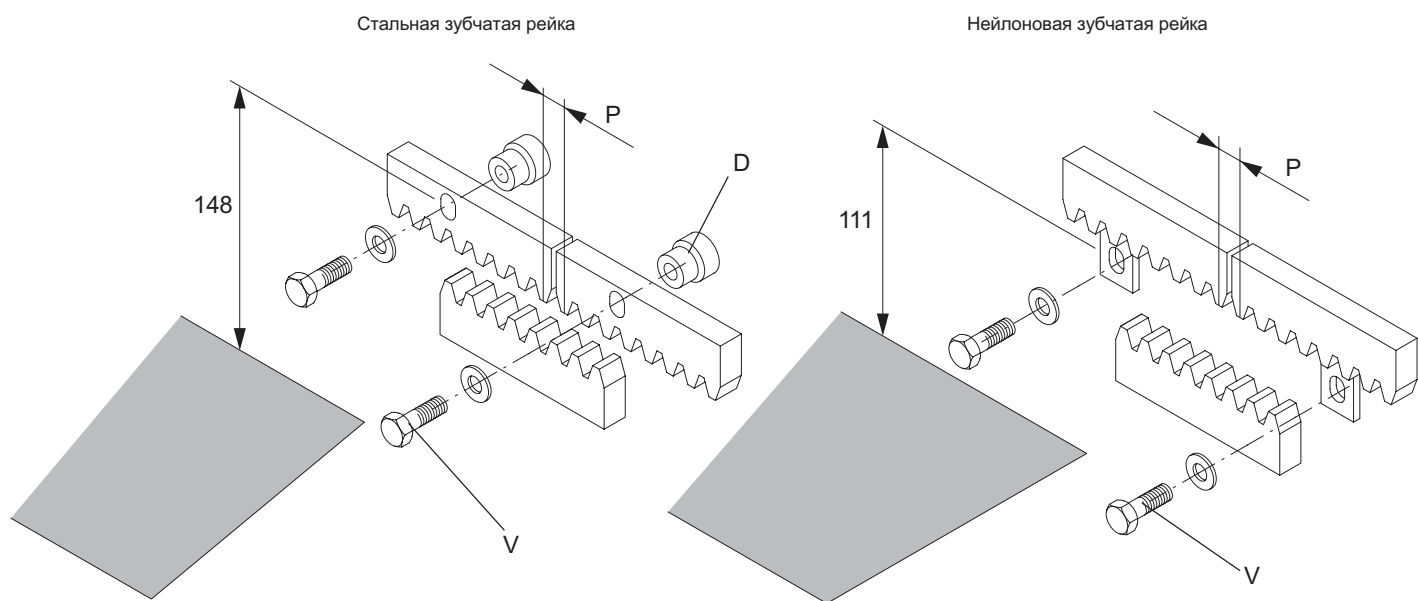

Рис.3
4.3 Соблюдать шаг зуба между концами зубчатых реек; с этой целью удобно использовать еще одну зубчатую рейку как шаблон (см. Рис. 3).